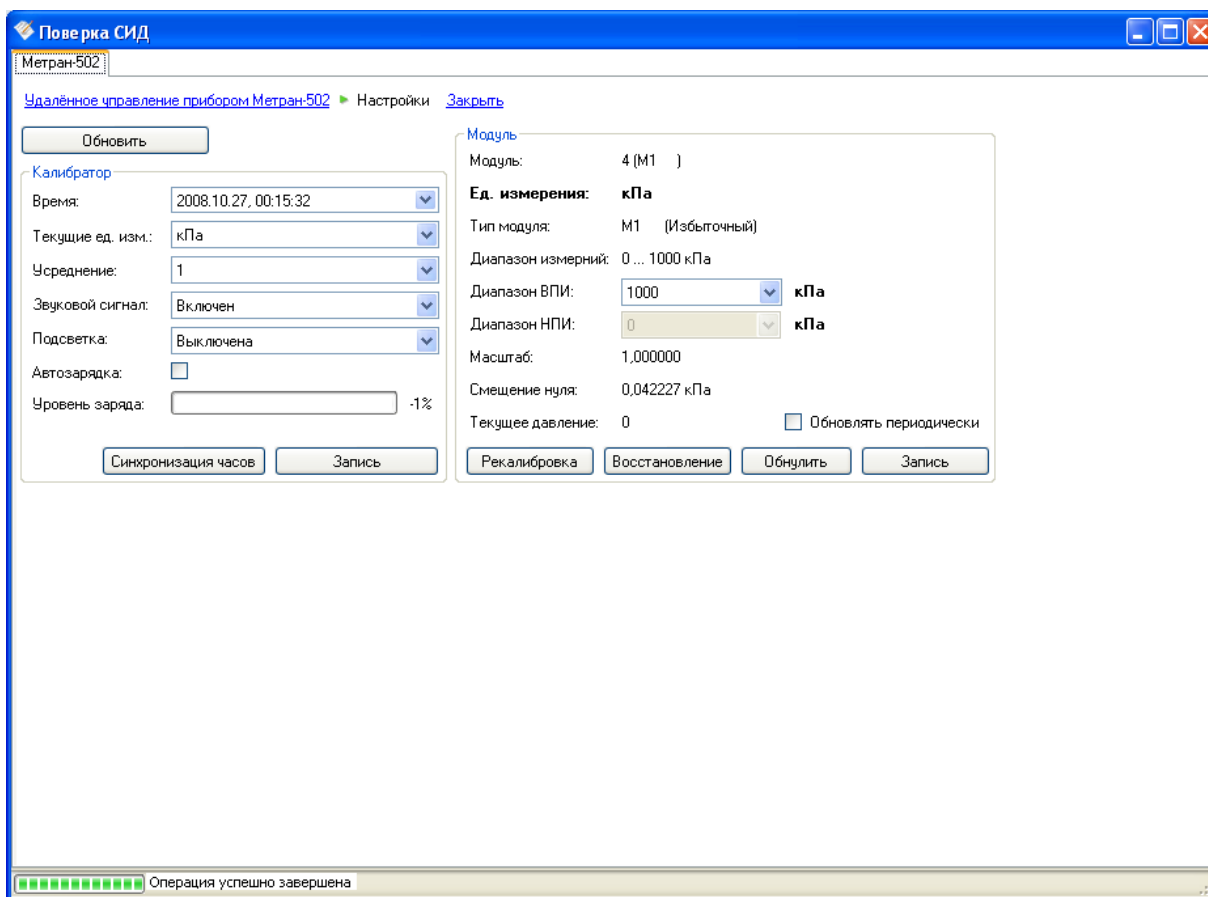

Рисунок 4.83 – Режим «Настройки»
- Настройки (см. Рисунок 4.83).
Данный режим программы выполняет настройку калибратора по следующим параметрам (см. Рисунок 4.83):
Для восстановления заводских калибровочных кодов следует нажать кнопку «Восстановление» (см. Рисунок 4.83), при этом информация о пользовательской калибровке будет потеряна.